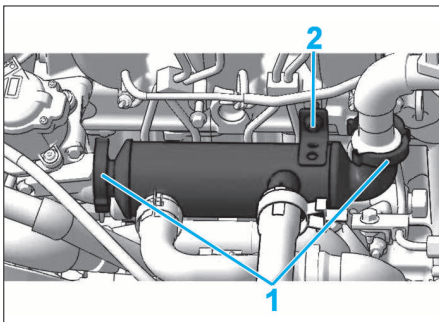

FIG. 44
- Déposer (Fig.44) :
- les colliers (1) de l'échangeur EGR
- la fixation (2) de l'échangeur EGR et l'écarter